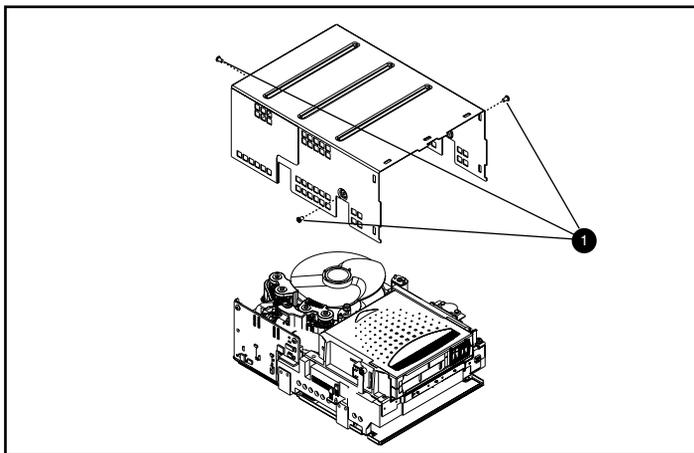

Figure D-2. Retrait du couvercle
Le couvercle est fixé à l'unité SDLT 110/220 à l'aide de trois vis. Deux vis se trouvent chacun sur un côté de l'unité et le troisième est à l'arrière de l'unité. Pour retirer le couvercle, retirez tous les vis ❶ avec un tournevis Torx T8 et soulevez le couvercle (voir Figure D-2).